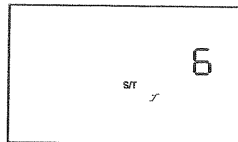

Abb. 6–9 Anstiegszeit-Einstellungsbildschirm
1. Auf dem Überwachungs- oder Standby-Bildschirm die rechte Benutzer-Taste drücken, bis dieser Bildschirm angezeigt wird. Der Anstiegszeit-Einstellungsbildschirm ist in Abb. 6–9 gezeigt.